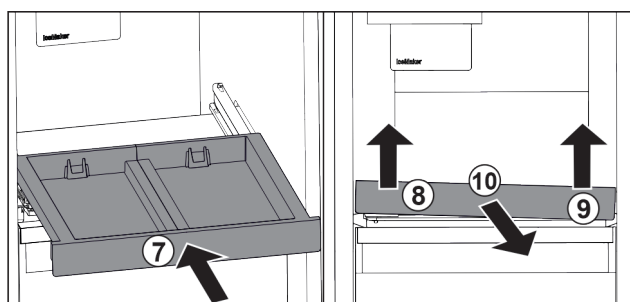

Fig. 96
- Uitschuifpateau erin schuiven. Fig. 96 (7)
- Uitschuifpateau linksvoor optillen. Fig. 96 (8)
- Uitschuifpateau rechtsvoor optillen. Fig. 96 (9)
- Uitschuifpateau er naar voren uitnemen. Fig. 96 (10)